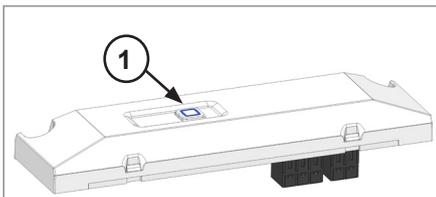

Abb. 14: Systemtaste FS-100
Der Anlernmodus ist für 3 Minuten aktiv. Sie können den Anlernmodus manuell für weitere 3 Minuten starten, indem Sie die Systemtaste (1) kurz drücken (s. Abb. 14).